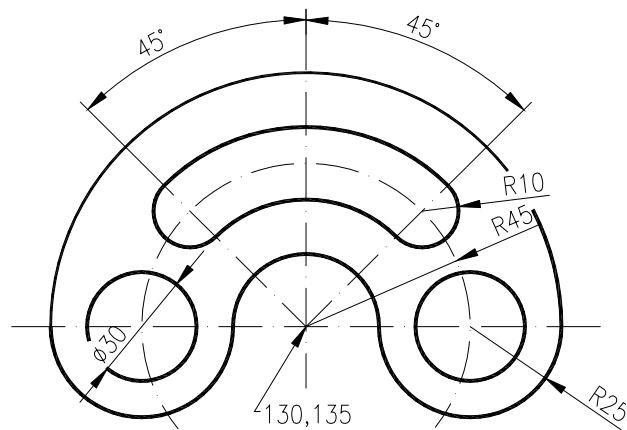

Fig. U5.17
3. Deschideți un desen nou (*New > Start from scratch > Metric*). Creați două noi layer-e cu numele *Placa1* și *Axe1* (comanda *LAYER* sau *DDLMODES*, sau icon-ul din bara cu instrumente *Layers Properties Manager*). Pentru layer-ul *Placa1* alegeți culoarea 1 (red) și tipul de linie continuă (*continuous*) - tipul implicit - iar pentru layer-ul *Axe1* alegeți culoarea 3 (green) și tipul de linie *ACAD_ISO10W100* (*dashdot*), prin încărcarea acestuia cu *Load*. Verificați ca în casetele de dialog pentru culori și tipuri de linie să fie setate opțiunile *BYLAYER*. Utilizând comenzile *LINE*, *ARC* și *CIRCLE* realizați desenul din Fig. U5.17, desenând conturul piesei în layer-ul *Placa1*, iar axele în layer-ul *Axe1*. Cotele nu se vor înscrie pe desen.